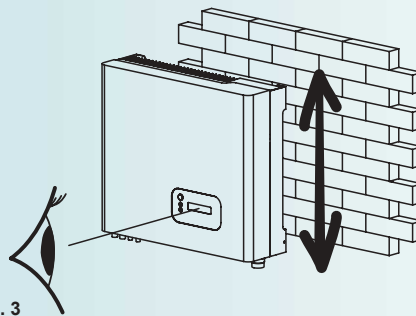

Fig. 3
- Elegir un emplazamiento en el que se pueda leer fácilmente la pantalla LCD (Fig. 3).